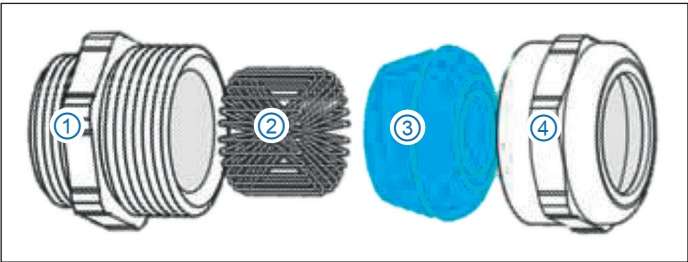

Abb. 8-1: Komponenten einer Kabelverschraubung mit Kontaktierung des Schirms
Federringe (Abb. 8-1, ③) werden benötigt, um den Kontakt zwischen der Abschirmung der HV-Leitung und dem Modulgehäuse herzustellen. Wenn keine Kontaktierung der Abschirmung über Federringe erfolgen soll, werden diese nicht benötigt und können weggelassen werden.